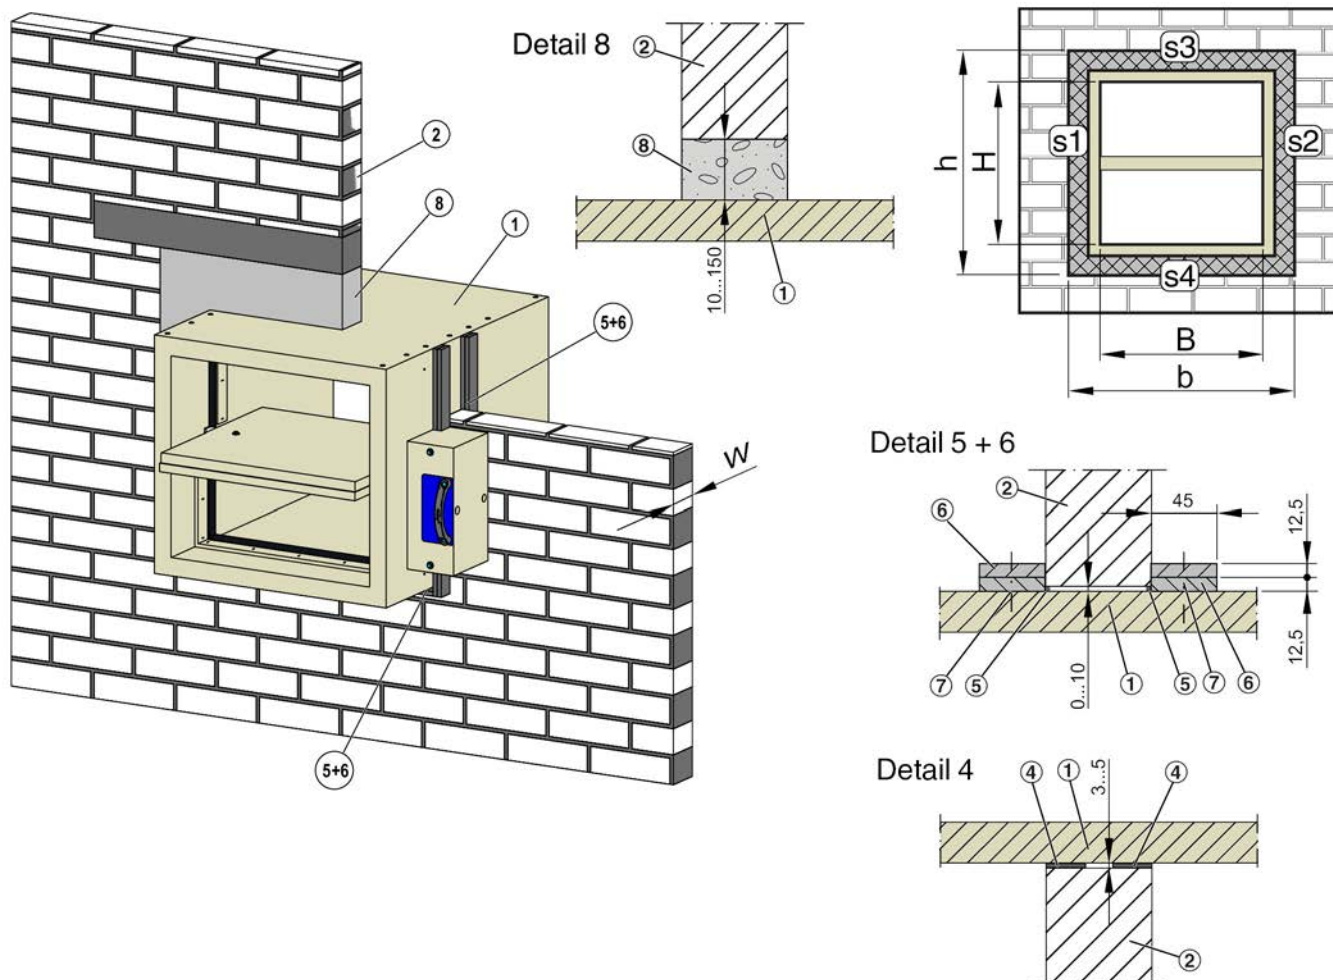

Fig. 13: Installazione a secco senza muratura in muro solido, variante di installazione 2a, indice di classificazione:  $V_{ew}$
1. ► Realizzare un'apertura per l'installazione, come illustrato in Fig. 13 :